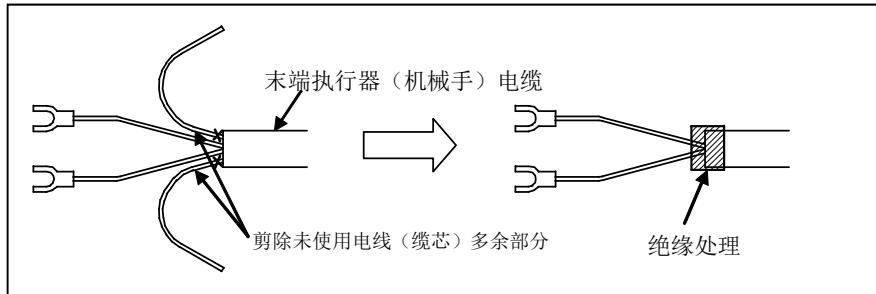

图 5 (a) 末端执行器(机械手)电缆的处理方法
- 请剪除末端执行器(机械手)电缆的未使用电线(缆芯)的多余部分并进行绝缘处理。如缠绕醋酸布胶带等。(见图5(a))